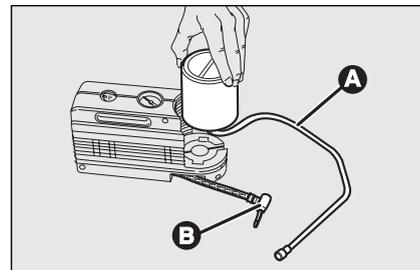

fig. 18
- déclencher la jonction **B-fig. 18**;